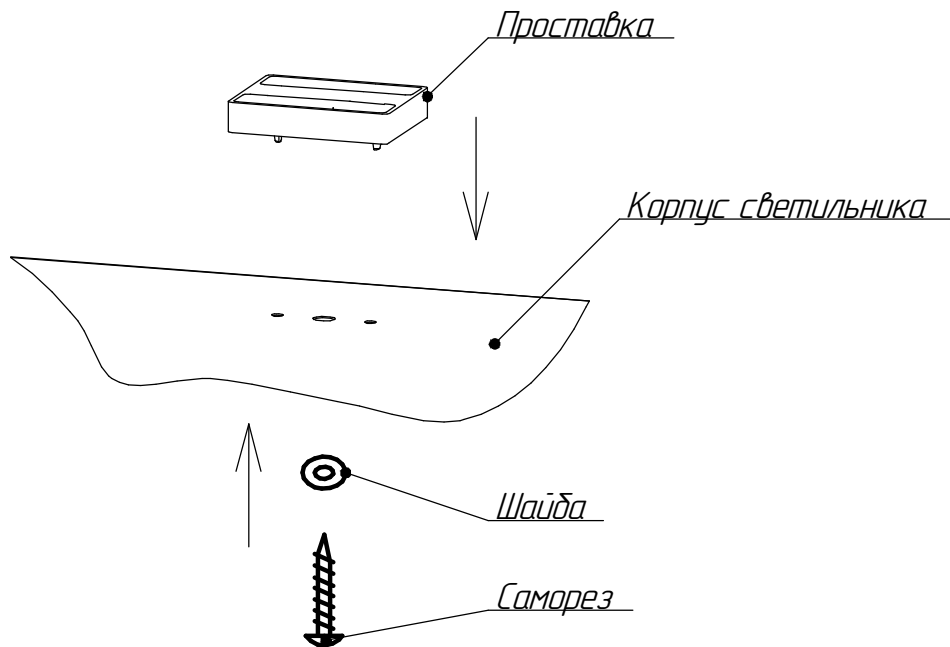

Рисунок 3 - Схема установки проставки пластиковой и крепления светильников
3) Установите проставки пластиковые поз.4 в отверстия возле крепежных мест, предварительно отклеив клейкую ленту (см. рисунок 3).